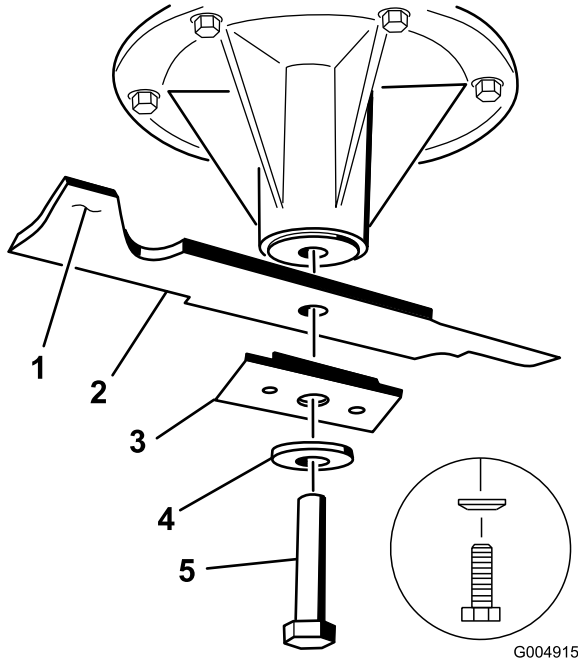

Figura 49
2. Retire o parafuso da lâmina, a anilha curva, endurecedor da lâmina e lâmina do eixo (Figura 49).
1. Instale a lâmina no eixo (Figura 49).
Importante: A parte curva da lâmina tem de apontar para cima para o interior do cortador para assegurar um corte adequado (Figura 49).
2. Instale a lâmina, endurecedor, anilha curva e parafuso da lâmina (Figura 49).